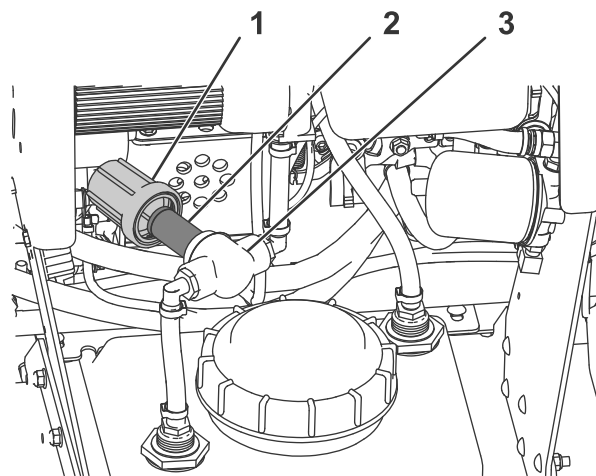

Figure 54
1. Nettoyez la surface autour du capuchon du filtre en ligne (Figure 54).